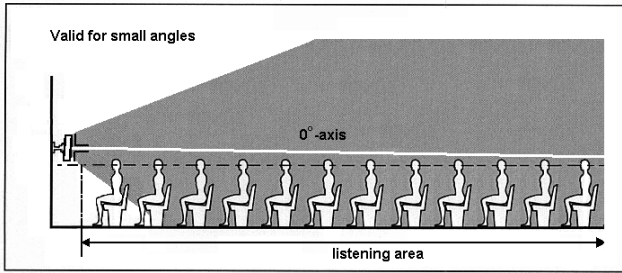

Figura 1 - Vista laterale della radiazione acustica montato a muro con inclinazione ridotta
1. Determinare le dimensioni dell'"area di ascolto" desiderata, ovvero del piano orizzontale all'altezza delle orecchie degli ascoltatori (vedere la linea tratteggiata in figura 1).
Se si desidera un'area di ascolto di grandi dimensioni, scegliere un'inclinazione di circa 3° (vedere figura 1). Tenere presente che, allontanandosi dagli altoparlanti, il livello di pressione sonora diminuisce in base al riverbero ambientale presente. Per sentire i toni alti con chiarezza, l'ascoltatore deve essere in grado di vedere gli altoparlanti.
3. Facendo riferimento al grafico 1, tracciare una linea verticale in corrispondenza del punto di massima distanza sull'asse delle ascisse. Dal punto di intersezione verticale con la linea B diagonale, tracciare una linea orizzontale fino a incontrare l'asse delle ordinate. Il valore X, riferito all'altezza della staffa di montaggio degli altoparlanti dal piano di ascolto, ('X' in figura 1), si trova sull'asse delle ascisse. Le intersezioni orizzontali con le altre linee diagonali indicano le dimensioni dell'area di ascolto come mostrato nelle figure 2 e 3 (vedere anche l'esempio riportato di seguito).